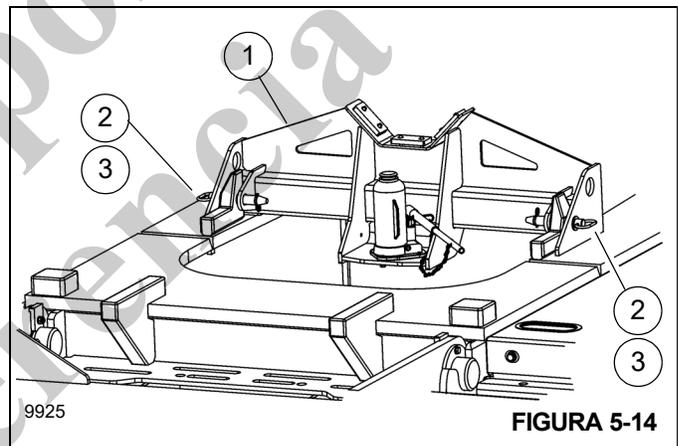

FIGURA 5-14
5. Retire el soporte del cilindro de elevación (1, Figura 5-14) de la plataforma del contrapeso de la siguiente manera:
- a. Retire las pinzas de retención (2) y los pasadores (3).
- b. Con un dispositivo de elevación adecuado, retire el soporte del cilindro de elevación (1) de la plataforma de contrapeso.
- c. Instale los pasadores (3) y las pinzas de retención (2) en el soporte del cilindro elevador (1).
5. Instale el soporte del cilindro de elevación (1, Figura 5-14) en el vehículo de la siguiente manera:
- b. Coloque el soporte del cilindro de elevación (1) en el vehículo. Alinee los orificios de soporte con los de los topes del contrapeso.
- c. Asegure el soporte (1) al vehículo con pasadores (3) y pinzas de retención (2).